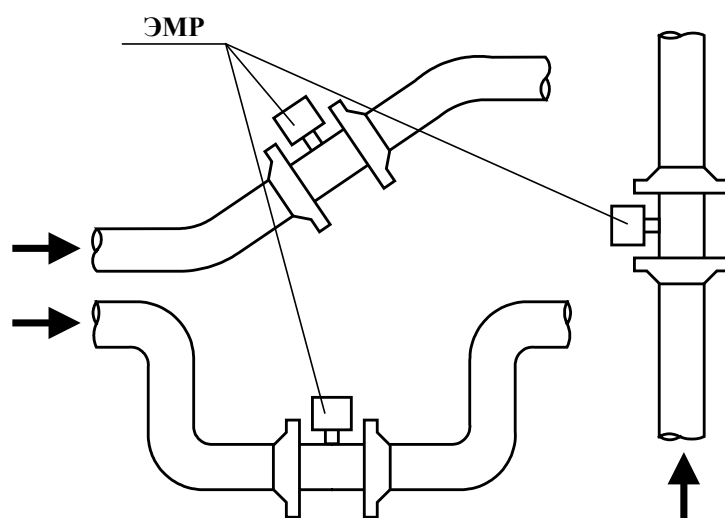

Рис. 1. Рекомендуемые места установки ЭМР.
- в месте установки в трубопроводе не должен скапливаться воздух – ЭМР не должен располагаться в самой высокой точке трубопровода, а также в трубопроводе с открытым концом; наиболее подходящее место для монтажа (при наличии) – нижний либо восходящий участок трубопровода (рис.1);